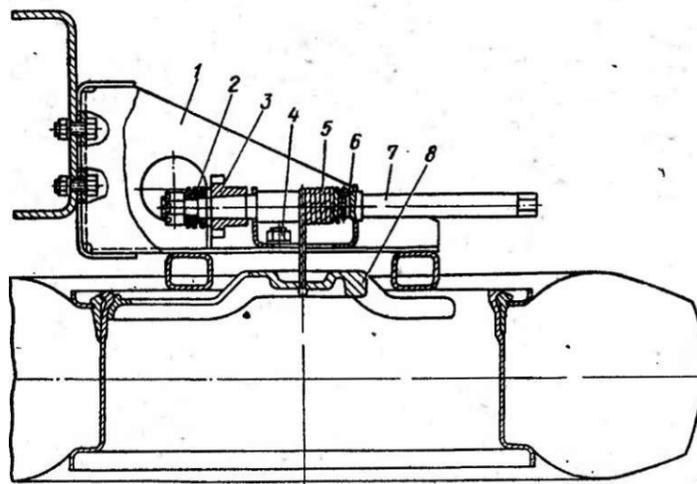

Рис. 87. Установка запасного колеса:
**Запасное колесо** установлено в горизонтальном положении (кроме мод. 5511) под правым лонжероном на кронштейне (рис. 87), который крепится пятью болтами с гайками и шайбами к лонжерону. На кронштейне установлен механизм подъема и опускания запасного колеса.